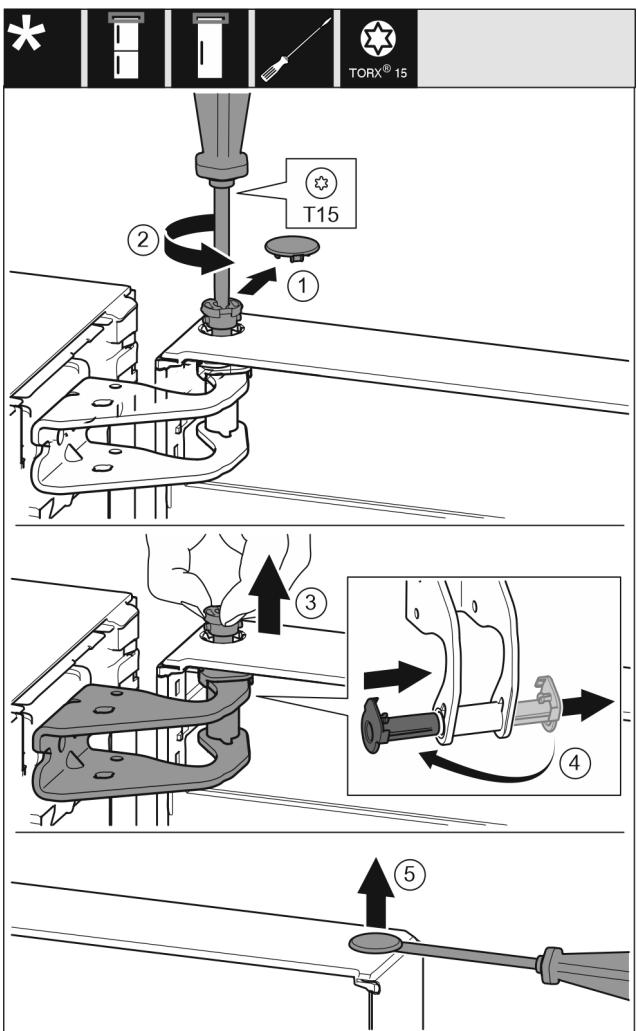

Fig. 7
- Осторожно снимите предохранительную крышку. *Fig. 7(1)*
- Немного выкрутите палец отверткой T15. *Fig. 7(2)*
- Удерживая дверь, извлеките палец вручную. *Fig. 7(3)*
- Опорную втулку вытяните из направляющей. Установите и зафиксируйте с другой стороны. *Fig. 7(4)*
- Осторожно приподнимите и извлеките при помощи шлицевой отвертки заглушку из опорной втулки двери. *Fig. 7(5)*